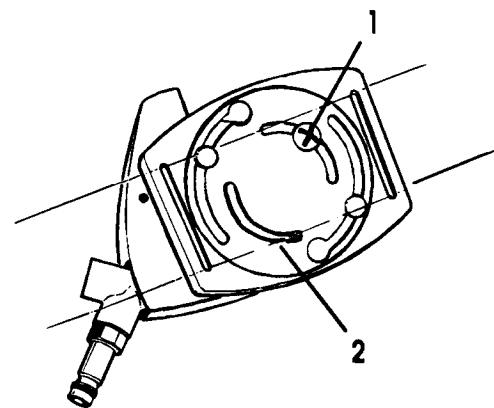

Fig. 2
- a) Allentare la vite (Fig. 2 (1)), girare il disco (Fig. 2 (2)) e serrare la vite.